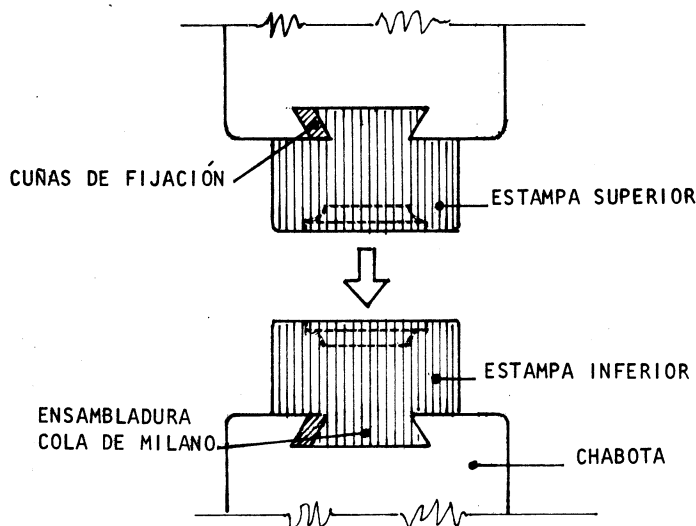

Fig. 1
- a Coloque la estampa inferior en la chabota y ubique, sin asegurar la ensambladura (Cola de Milano) con su correspondiente cuña y anclaje (fig. 1).